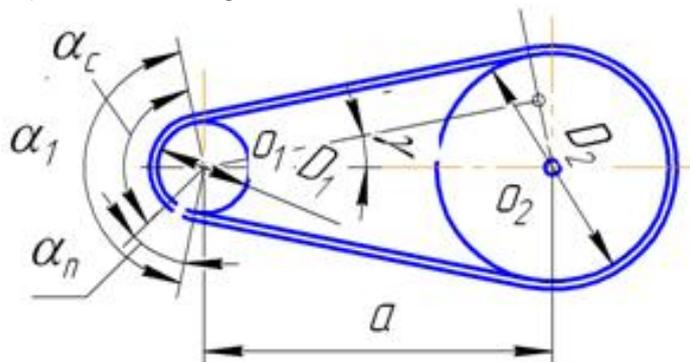

Рисунок 1 - Схема клиноременной передачи
**Задание:** Рассчитать и спроектировать клиноременную передачу (рисунок 1).